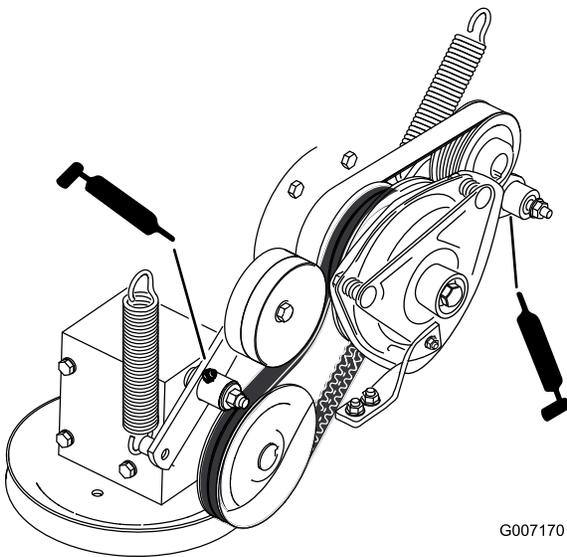

**Figure 42**
4. Graissez le bras de tension sur le tablier de coupe (Figure 42).
5. Lubrifiez les graisseurs des bras de poussée (Figure 42).